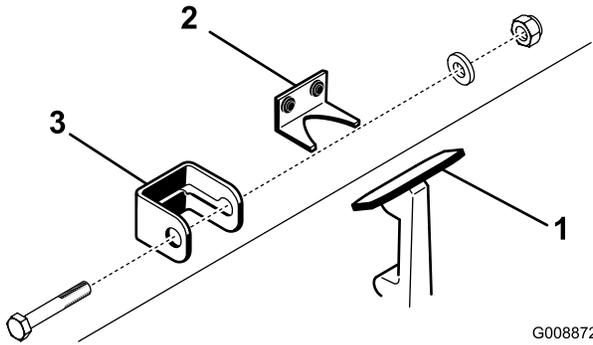

Figure 6
1. Décrochez le verrou du capot de son support (Figure 6).
2. Glissez la patte de verrouillage du capot sur le verrou (Figure 6).
3. Accrochez le verrou sur son support (Figure 6).
4. Insérez un boulon (1/4 x 1-1/2") dans la patte de verrouillage du capot et fixez-le avec une rondelle plate et d'un contre-écrou (Figure 6).